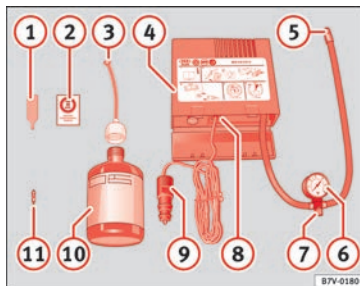

Fig. 69 Rappresentazione standard: contenuto del kit per la riparazione degli pneumatici.
- Svitare il cappuccio e l'elemento di tenuta della valvola del pneumatico. Utilizzare l'apparato » **fig. 69 ①** per estrarre l'elemento di tenuta. Collocarlo su una superficie pulita.
- Agitare vigorosamente la bomboletta del sigillante per pneumatici » **fig. 69 ⑩**.
- Avvitare il tubo di gonfiaggio » **fig. 69 ③** alla bomboletta del sigillante. La piombatura della bomboletta si rompe automaticamente.
- Rimuovere il tappo del tubo di riempimento » **fig. 69 ③** e avvitare l'estremità aperta dal tubo alla valvola dello pneumatico.
- Ricollocare l'elemento di tenuta con l'apparato » **fig. 69 ①** nella valvola del pneumatico.
- Avvitare il tubo di gonfiaggio del pneumatico del compressore » **fig. 69 ⑤** nella valvola del pneumatico.
- Verificare che la vite di sfogo dell'aria sia chiusa » **fig. 69 ⑦**.
- Collegare il connettore » **fig. 69 ⑨** a una presa elettrica a 12 V del veicolo »  pag. 174.
- Collegare il compressore ad aria con l'interruttore ON/OFF » **fig. 69 ⑧**.